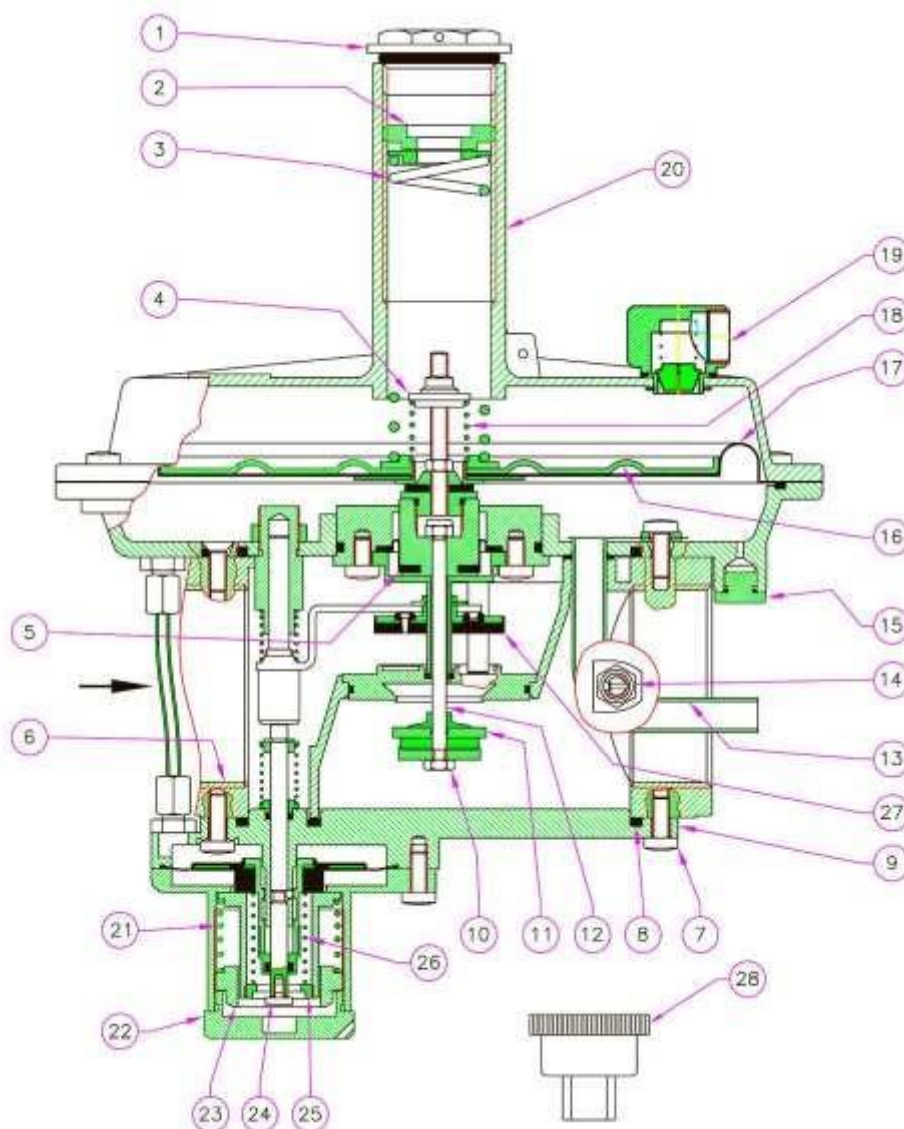

Рис. 1
Регулятор (рис. 1) состоит из: колпачок (1); регулировочный винт настройки выходного давления (2); пружина настройки выходного давления (3); настройка сбросного клапана (4); мембрана компенсационная (5); корпус (6); винт (7); уплотнительное кольцо (8); нижняя крышка (9); гайка (10); obturator (11); рабочий шток (12); встроенная импульсная трубка (13); штуцер отбора давления на выходе (14); заглушка отверстия под внешний импульс G 1/4" (15); диск усиления мембраны (16); рабочая мембрана (17); пружина сбросного клапана (18); сбросное отверстие избыточного давления G 3/4" (19); воронка (20); пружина настройки ПЗК по избыточному давлению (21); защитный колпачок (ПЗК) (22); регулировочный винт ПЗК по избыточному давлению (23); рычаг взвода ПЗК (24); винт настройки ПЗК по недостаточному давлению (25); пружина настройки ПЗК по недостаточному давлению (26); затвор ПЗК (27); ключ для настройки ПЗК (28).
- Для настройки регулятора необходимо использовать манометр, который можно установить в штуцер для отбора давления (см. рис. 1).